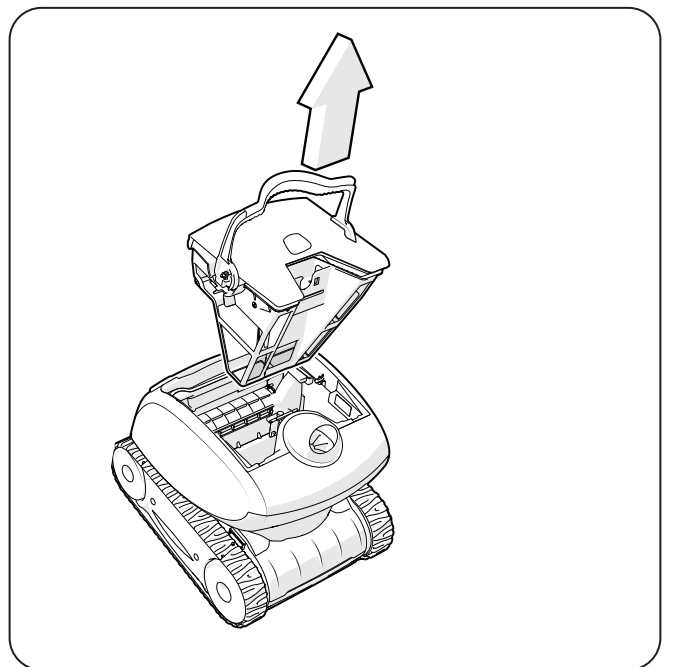

Figura 10. Extraer el cartucho del filtro
- Sostenga la manija y eleve para extraer el cartucho del filtro (Figura 10).